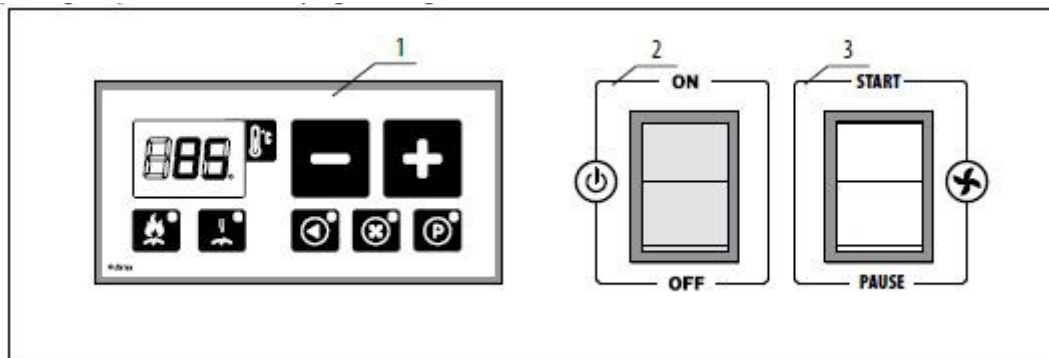

Fig. 9 Främre kontrollpanel
Pannregulatorn är ansluten till pannan i enlighet med det schema som visas i (Fig.12). Strömförsörjningen L2, som kommer från den främre kontrollpanelen och överförs till regulatoren, slås på när omkopplarna 2 och 3 (Fig. 9) är i läge ON resp. START och termosäkringen inte har löst ut. Den impuls som reglerar fläkthastigheten ansluter periodiskt L2 till L3. När pannan växlar till status "förbränning avslutad", levererar L3 inte ström till fläkten och lysdiod 4 (Fig.11) tänds. För att återgå till läget "förbränning pågår", ska strömförsörjningen L2 avbrytas genom att strömförsörjningen av regulatoren bryts med (START/PAUSE)-brytaren 3 (Fig. 9). Laddomatpumpens relä kopplar L4 till L1. Den programmerbara kanalens relä kopplar P till L1. Utströmmen till fläkten
Starta eldningsprogrammet genom att trycka in den röda brytaren 3 på kontrollpanelen mot START (Fig. 9). Stäng den nedre luckan. Kontrollera på rökgastrermometern att temperaturen stiger.
Tryck eldningsprogramomkopplaren 3 mot "PAUSE" (Fig. 9). Symbolen  blinkar på displayen, vilket indikerar att programmet har pausats. Tilluftfläkten stoppas och rökevakueringsfläkten startas automatiskt.
3 . När veden har lagts in, återuppta driften genom att trycka eldningsprogramomkopplaren 3 mot "START" (Fig. 9).
2. Stäng av och slå igen till grön strömbrytare 2 (Fig. 9).